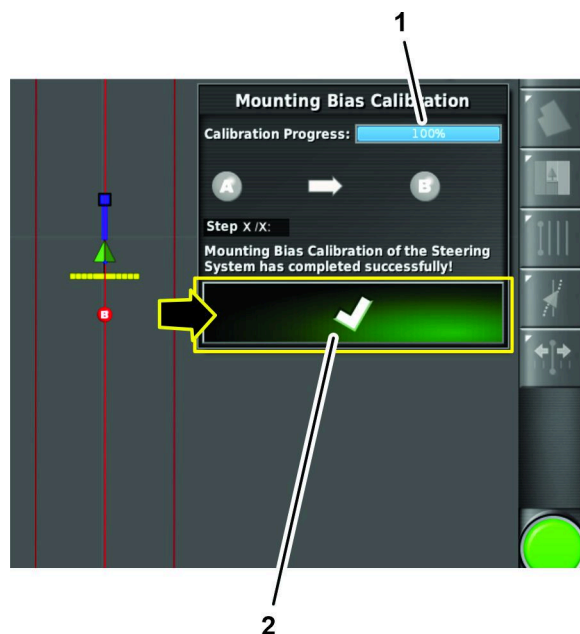

Figura 172
- A caixa de diálogo indica que o progresso da calibração está a 100, prima o ícone de confirmação (Figura 172).